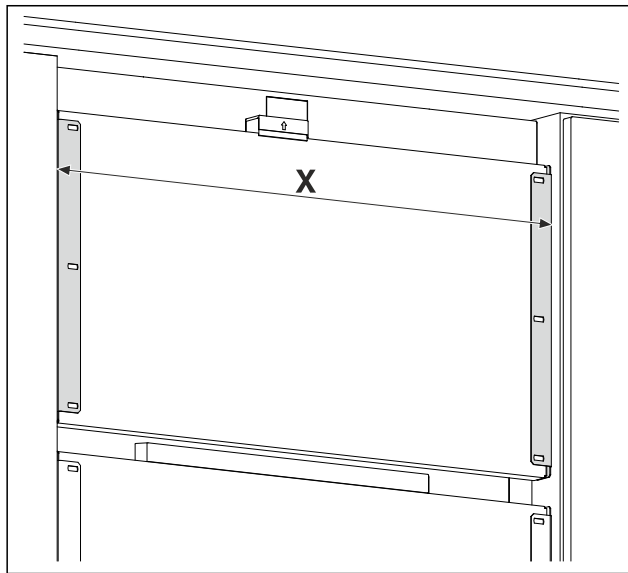

Fig. 19 Beispielhafte Darstellung
- Abstand Fig. 19 (X) zwischen den Außenkanten der Haltewinkel messen.